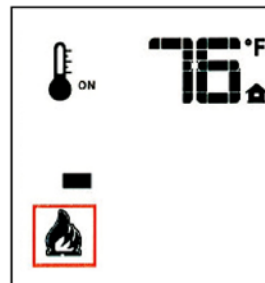

Figure 60. Niveau de flamme «1».
- La touche fléchée Haut (^) augmentera la hauteur de flamme à chaque fois que vous appuyez dessus. Si vous appuyez sur la touche fléchée Haut pendant que le système est sous tension (à «ON») mais que la flamme est éteinte, la flamme s'allumera en position Haute (v. Fig. 60 à 62). Un «bip» du récepteur confirmera la réception de la commande.